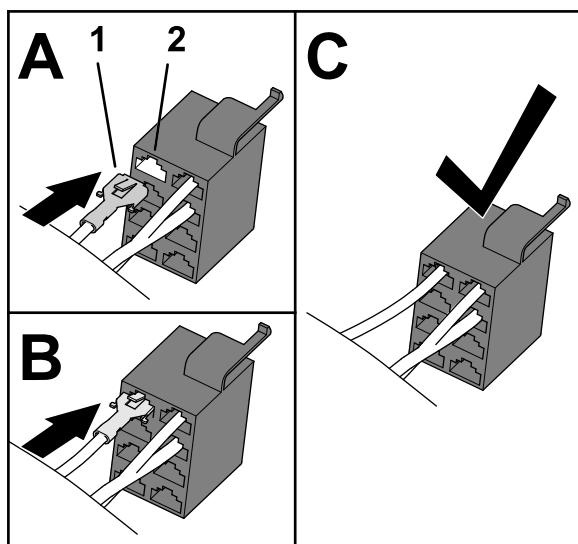

Bild 30
4. Stecken Sie die Anschlussklemme in die Buchse 1 des 8-Buchsen-Steckers für den Scheinwerferschalter ein, wie in Bild 30 abgebildet.